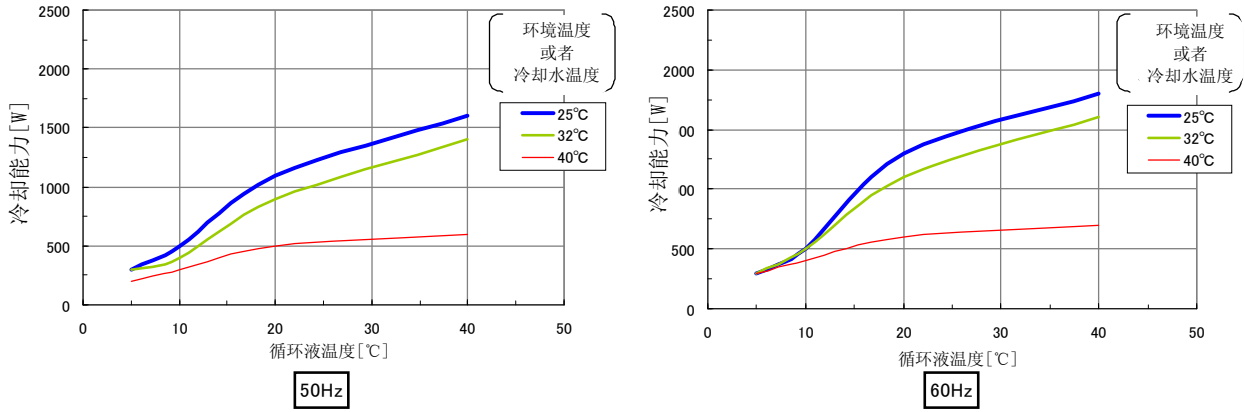

图 8-4 冷却能力(HRS012-※※-10)
*在循环液额定流量、图 8-4~8-8 所记载冷却能力时的冷却水量。